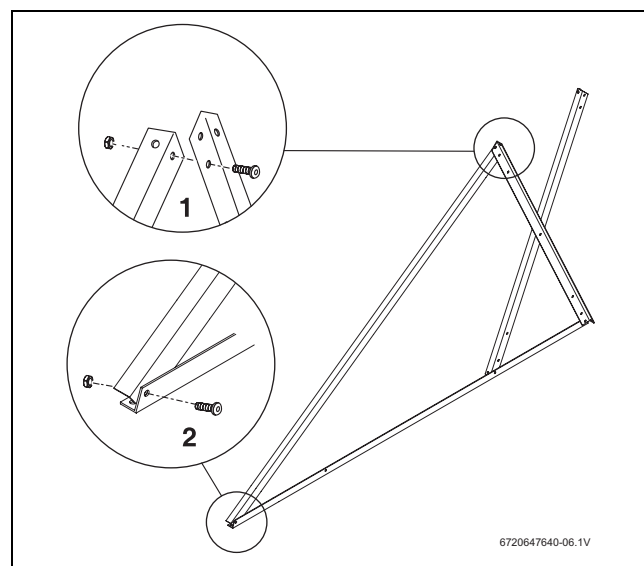

Fig. 11 Monter le rail de support-captur
- Visser les rails de support-captur en haut au rail de support-ballon (→ fig. 11, [1]) et en bas au niveau de l'appui [2].